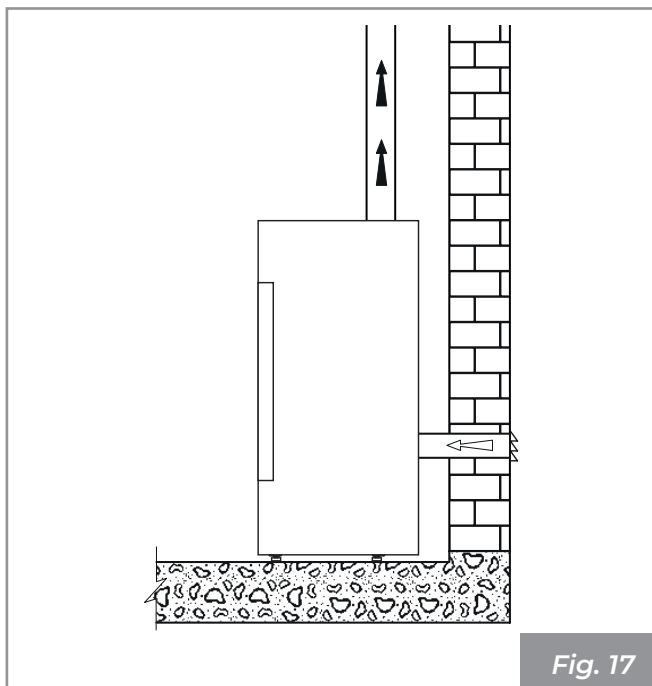

Fig. 17
- connecter l'entrée d'air de combustion de l'appareil à la prise d'air avec un conduit approprié (**Fig. 16 - Fig. 17**).